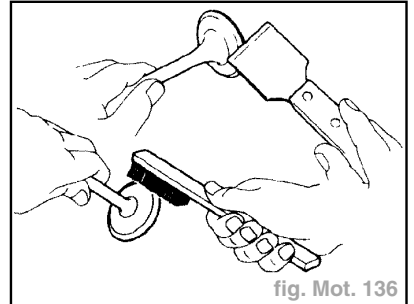

fig. Mot. 136
- A l'aide d'une brosse métallique, nettoyer soigneusement les soupapes (fig. Mot. 136).